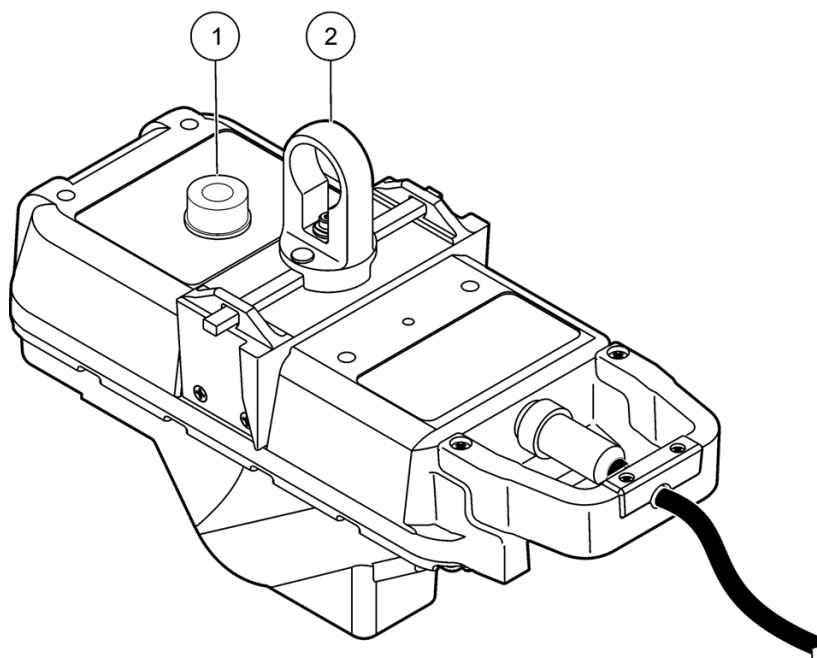

Figura 10 Allineamento orizzontale
Il sensore si alloggia nella struttura in una sola direzione e si blocca in posizione quando la traversa del sensore è ruotata (Figura 10). È possibile rimuovere il sensore dalla struttura e installarlo senza accedere al pozzetto quando si utilizza l'asta/palo recupero opzionale (vedere la sezione Accessori a pagina 41).
4. Ruotare la traversa per bloccare il sensore sulla struttura (Figura 10).
1. Rimuovere il rivestimento di carta dalla livella e attaccarla al sensore (Figura 10 a pagina 23).